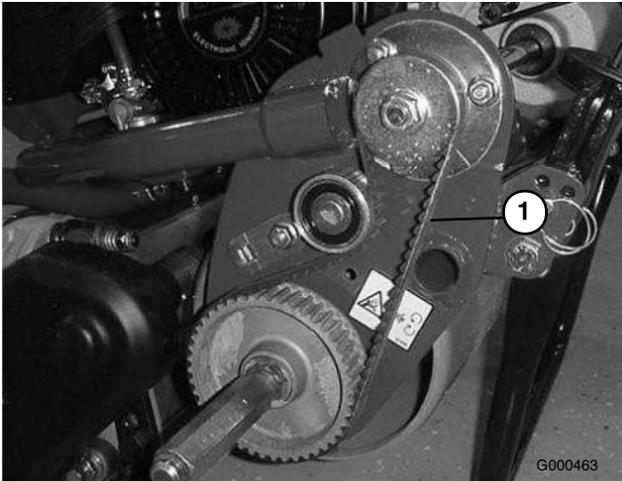

Figura 39
2. Compruebe la tensión presionando la correa (Figura 39) en el punto intermedio entre las poleas con una fuerza de $17,8 \pm 4,4$ N. La correa debe desviarse 6,4 mm. Si la desviación no es la correcta, continúe con el paso siguiente.